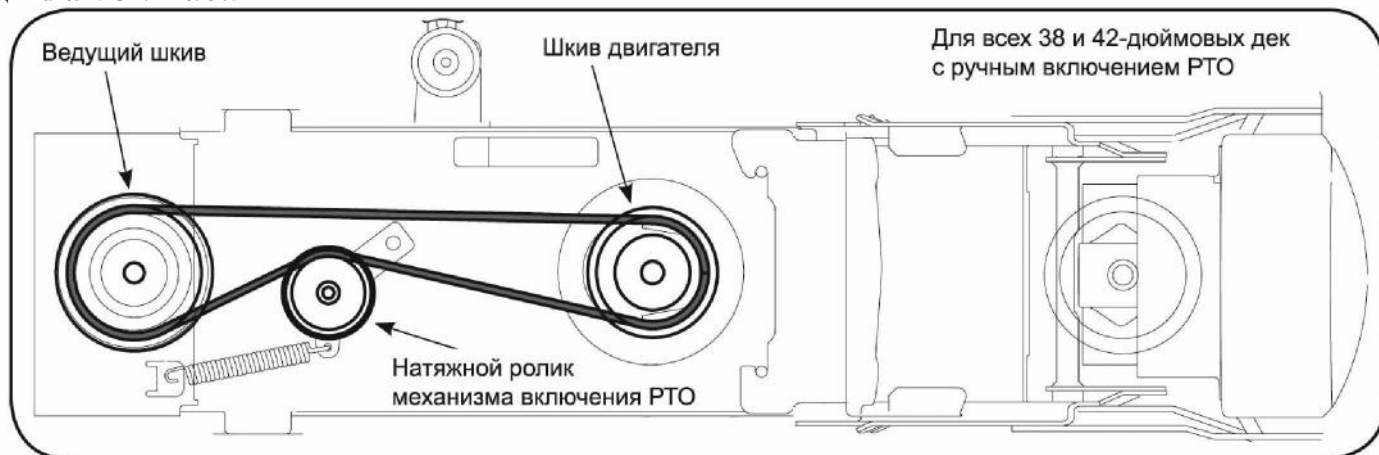

Рис. 30.
1. Установите верхний приводной ремень на ведущий шкив и шкив двигателя, направив его изнутри на натяжной шкив РТО на основании нижней рамы. Убедитесь, что ремень находится внутри ограничителей, установленных на ведущем шкиве и шкиве двигателя. См. **Рис. 30**.